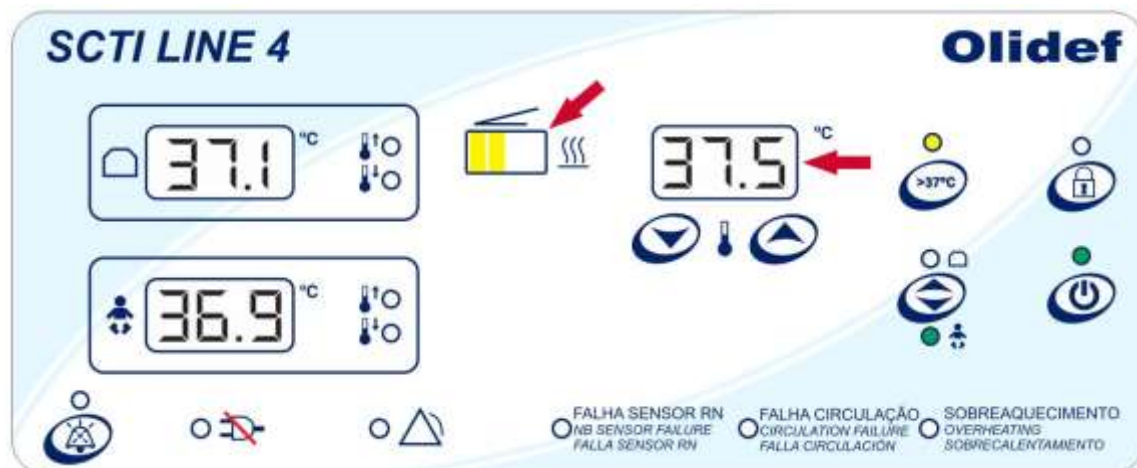

Figura 105 – Set point temperatura RN acima 37°C
- No painel há um indicador proporcional de aquecimento, conforme figura 105.